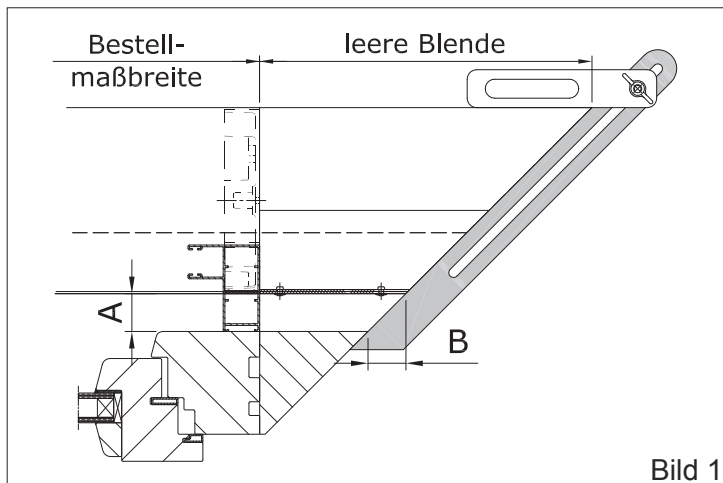

Bild 1
- Zwischen Kasten und Fensterstock bleibt immer mind. 1 mm Luft (siehe Tabelle mit Beispielen) (Bild 1).